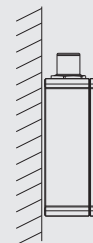

Abb. 2 Standard-Befestigungsposition für präziseste Messung ohne Verkippung des Sensors
**i** Für präziseste Messungen sollte der Sensor wie gezeigt ohne Verkippung positioniert werden, siehe Abb. 2.